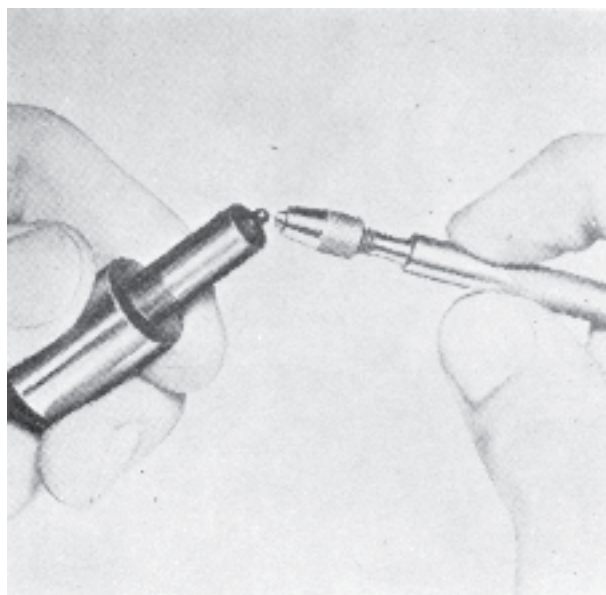

Fig. 58. Rengöring av munstyckshål
7. Munstyckshålen fig. 58 rensas upp, om de är helt eller delvis tilltäppta av sot, med en liten rensnål, vilken fästs i en handchuck. Viktigt är, att man vid upprensningen av hålen använder en rensnål med 0,02 mm mindre diameter än hålen i munstycket. Beträffande håldiametern för munstycket, se specifikationsdelen.